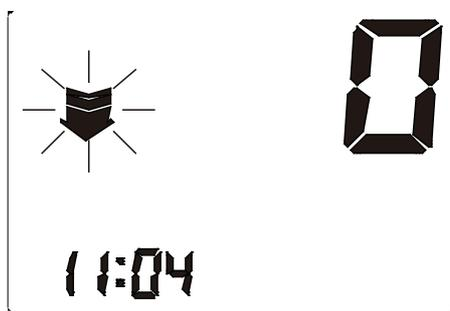

Figura 6-3
- Dopo aver selezionato l'unità di memoria, il monitor inizia a cercare la pressione zero. Vedere figura 6-3.